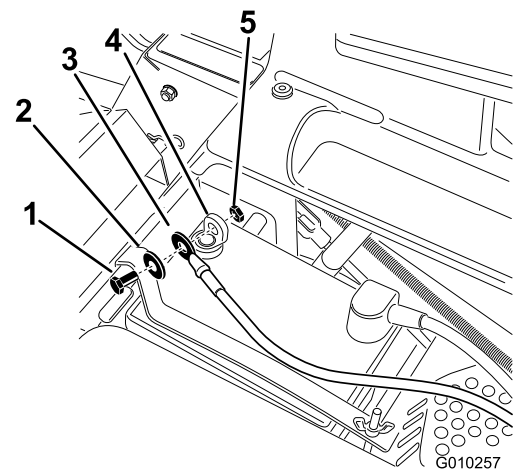

Figure 4
2. Retirez le capuchon en plastique noir de la borne négative de la batterie. Retirez les fixations du câble négatif de la batterie et utilisez-les pour fixer le câble négatif à la borne négative de la batterie (Figure 4).